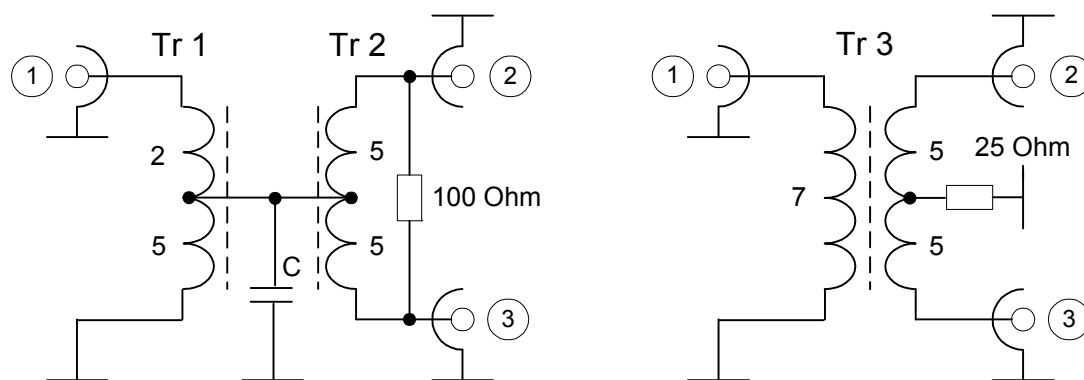

Bild 11: 3dB Splitter/Combiner mit Transformator
Für Frequenzen bis etwa 500MHz, lassen sich Leistungsteiler auch mit Hilfe von Transformatoren, bestehend aus Ring- oder Doppellochkernen (Material 43 oder 77) herstellen. Über Trafo TR 1 (**Bild 11, links**) wird die Eingangsimpedanz von 50 Ohm auf 25 Ohm gesenkt und der Balun TR 2 führt die Leistungsteilung auf die beiden 50-Ohm-Ausgänge durch, mit einer Phasendrehung von 180°. Der Abgriff des trifilar gewickelten TR 1 liegt beim 0,7-fachen der Gesamtwindungszahl ($n=7$) und der bifilar gewickelte TR 2 besitzt identische Windungszahlen ($n=5+5$). Ein 100-Ohm-Widerstand zwischen Port 2 und 3 dient der Isolation. Zwischen den Spulen befindet sich noch ein 27pF Kondensator (C), der die Streuinduktivität der Kerne kompensiert, so dass sich die Werte von Rückflußdämpfung und Anpassung bei höheren Frequenzen verbessern. Der Splitter funktioniert natürlich in beiden Richtungen, als Teiler oder Summierer.
Ein ähnlicher Splitter läßt sich auch mit nur einem einzigen Transformator (TR 3) herstellen (**Bild 11, rechts**), wobei die Primärwicklung 1,414-mal (Wurzel 2) so viele Windungen besitzt, wie die Sekundärwicklungen.